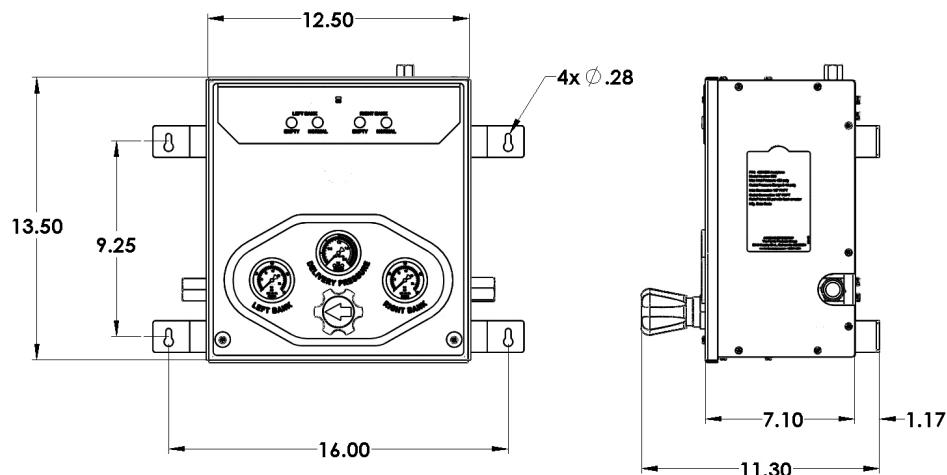

Figura 2
1. La caja de control debe estar sujetada a una pared o a otra estructura segura tal que las conexiones de entrada a la caja estén a aproximadamente 60 pulgadas del piso. La dimensión puede ser levemente mayor o menor según la altura del cilindro. Las dimensiones de montaje para la caja de control se muestran en la Figura 2.